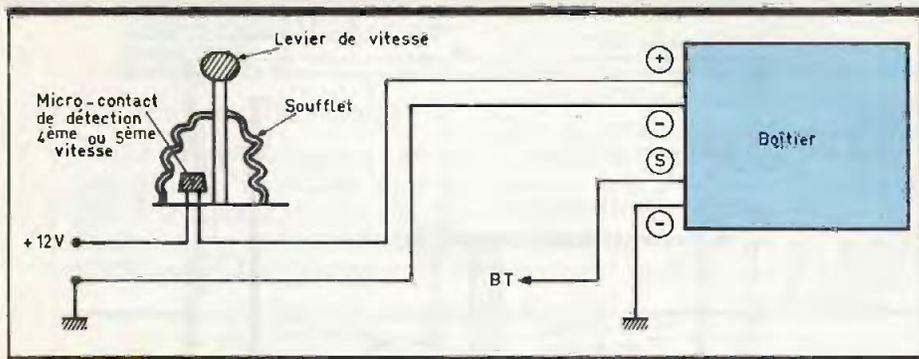

Fig. 10 Schéma général d'installation
d) Montage et tarage (fig. 10)